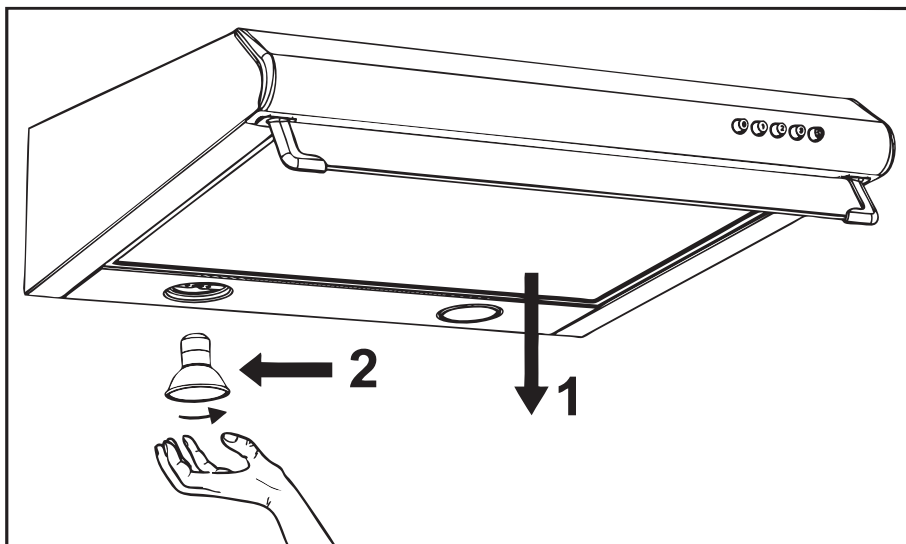
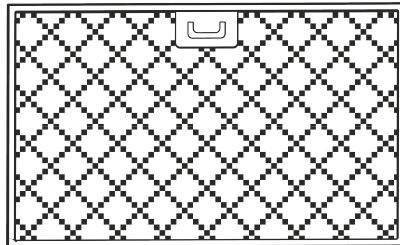

Рис. 10
Рис. 11
- снять алюминиевый фильтр **1** (рис.10), формат фильтров показан на (рис.11);
- выкрутить лампочку освещения **2** из патрона против часовой стрелки, придерживая рукой с внутренней стороны (рис.10);